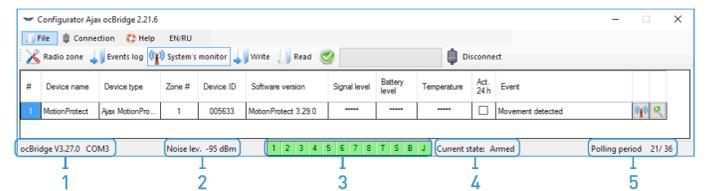

IMAGEN 14. Los sensores conectados son re introducidos al entrar en mood de funcionamiento
5.7. La página “Monitor del sistema” está designada para el control del estado de los sensores y para las pruebas de la conexión de radio. El estado actual del estado del sensor está definido por el fondo iluminado de color (IMAGEN 14):
5.8. En el botón de “System monitor/Monitor del sistema” (IMAGEN 14) la información que despliega es acerca de: